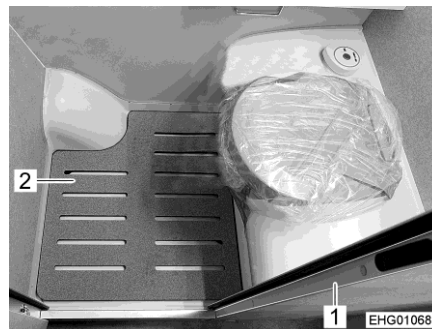

Bild 107 Toilettenraum
- ▷ Während der Fahrt die Lamellentür (Bild 107,1) schließen. Eine offene Lamellentür kann sonst Geräusche verursachen.
- Vor dem Duschen Einlegeboden (Bild 107,2) aus der Dusche nehmen.